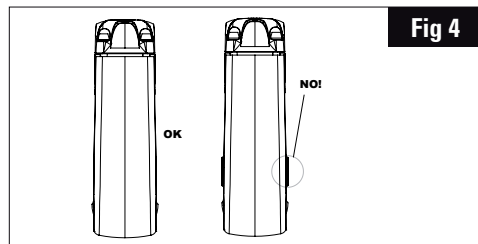

Fig 4
Si après serrage au couple maximal indiqué, les tampons (5 & 10) dépassent latéralement du corps de potence (4) (Fig 4), il faut alors:
1. Dévisser complètement la vis double pas (9) jusqu'à désolidarisation des tampons de serrage (5 & 10)